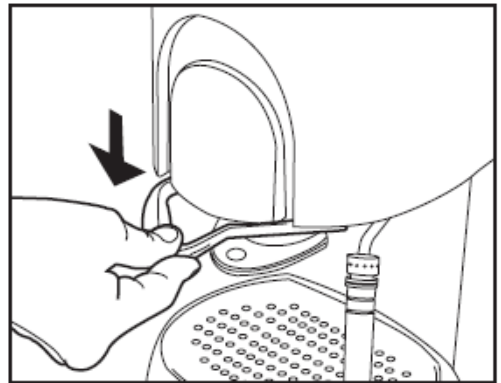

Fig. 2
- Fäll ner låshandtaget helt (Fig.2)